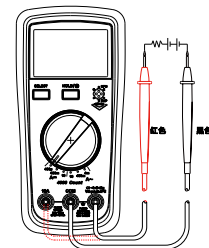

图5
7. 直流电流测量(见附图5)
8. 交流电流测量(见附图5)